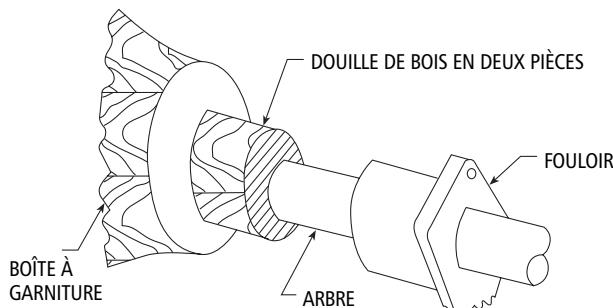

Figure 9
4. On pose les éléments de garniture dans l'ordre suivant : deux anneaux de garniture, deux pièces de lanterne d'arrosage, trois anneaux de garniture. Placer le joint de chaque anneau à 90° par rapport à celui de l'anneau précédent. Introduire et pousser chaque élément séparément et à fond. Pour ce faire, il est recommandé d'employer une douille de bois en deux pièces (fig. 9), enfoncée à l'aide du fouloir. S'assurer que la lanterne d'arrosage est bien en face de l'orifice d'admission du liquide de rinçage. Les anneaux de garniture supplémentaires servent de recharges.